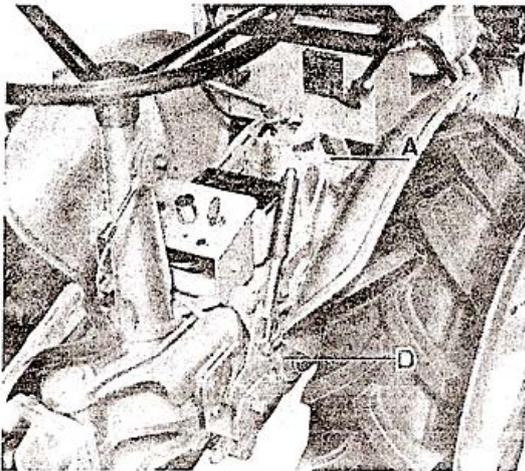

Fig 6
- dévisser le bouchon A servant au remplissage situé à droite sous le coffre de batterie (fig. 6).
- vérifier le niveau en dévissant le bouchon D situé à l'arrière droite à peu près à mi-hauteur du carter. Si la quantité introduite par le bouchon A est suffisante, l'huile doit s'écouler légèrement par l'orifice D (fig. 6).